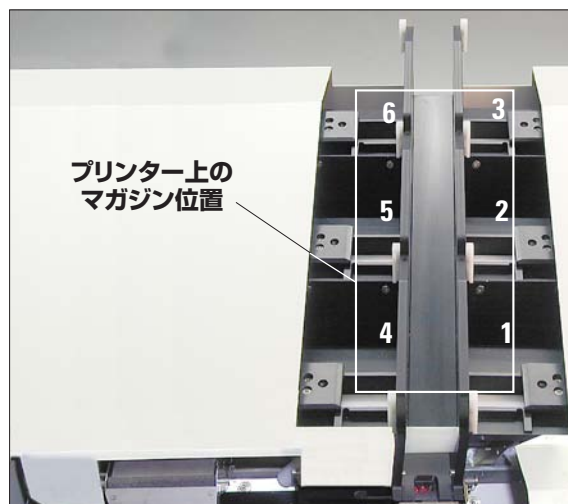

図 31
- 次に IP C マガジン 1～3 にカセットを装填し、マガジンを挿入します（図 31）。